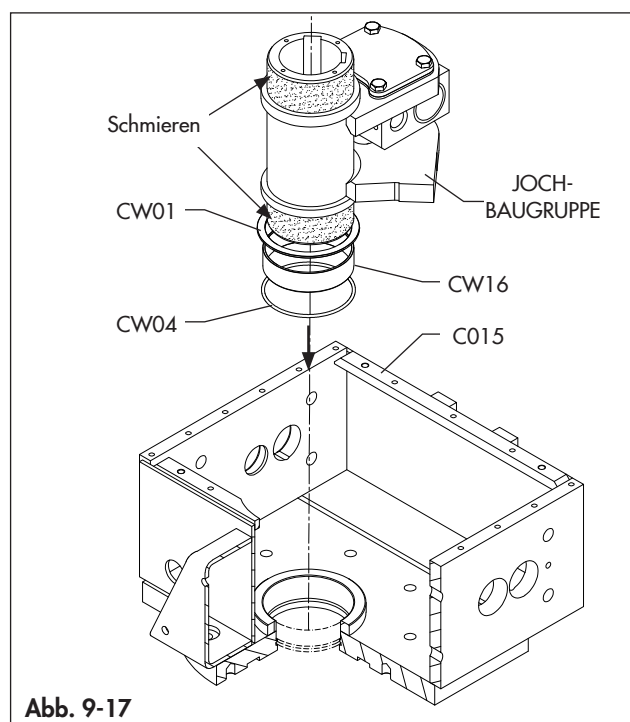

Abb. 9-17
- Legen Sie den O-Ring (CW04) in die richtige Aufnahme im Zentralmodulgehäuse (C015). (Abb. 9-17)